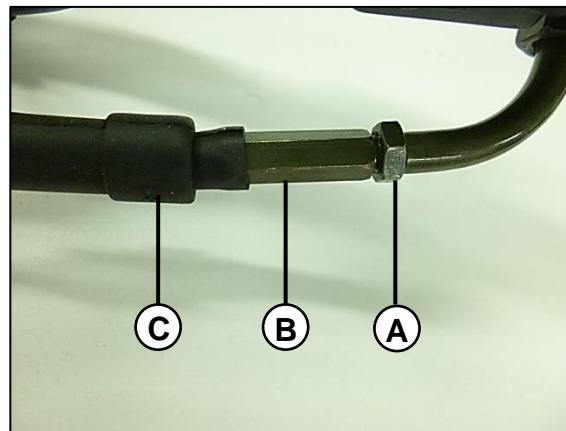

Fig.27
- Apriete la tuerca de ajuste (**B**). **Fig.27**